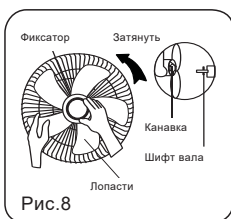

Рис.8
2. Установите лопасти на вал и убедитесь, что штифт вала вошел в канавку на лопасти. Поверните фиксатор против часовой стрелки, чтобы закрепить лопасти. (Рис.8)